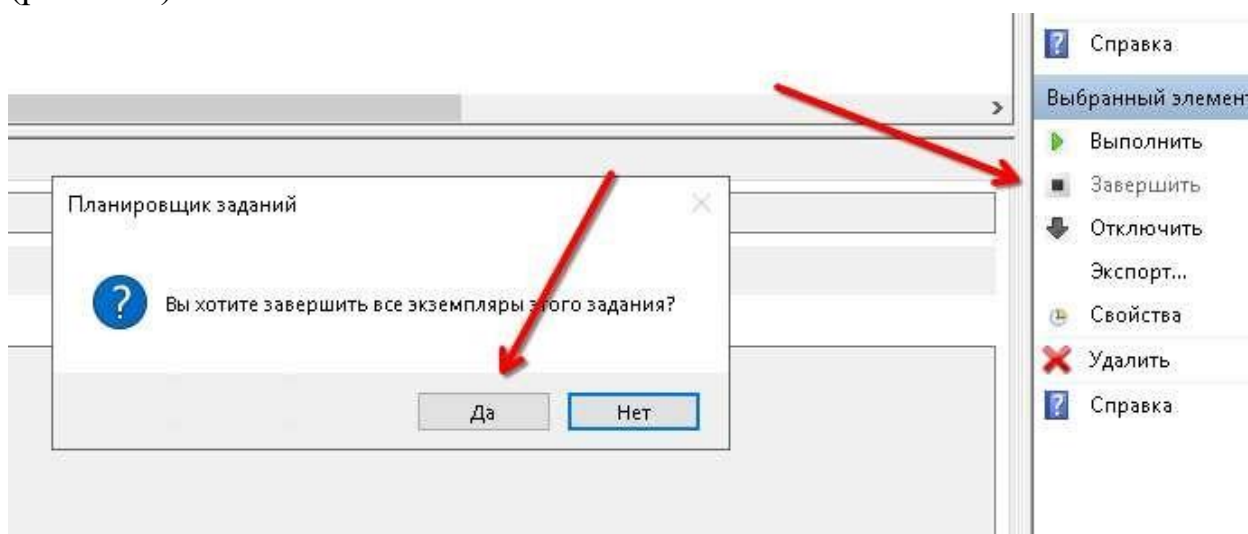

Рисунок 1.15
3.1.1. В планировщике заданий выделить каждую из задач нажатием левой кнопки мыши. В правой части окна нажать «Завершить», после чего в окне «Вы хотите завершить все экземпляры этого задания?» нажать «Да» (рис. 1.15).